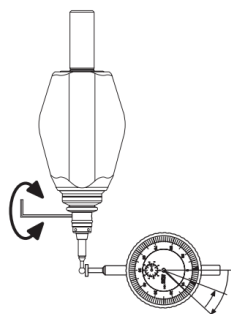

Fig. 3
- Gire el husillo con el comprobador 3D 180° y el indicador de cuadrante mostrará la desviación del eje X (Fig. 3, como se muestra en la figura, la lectura del indicador es 0,12 mm).